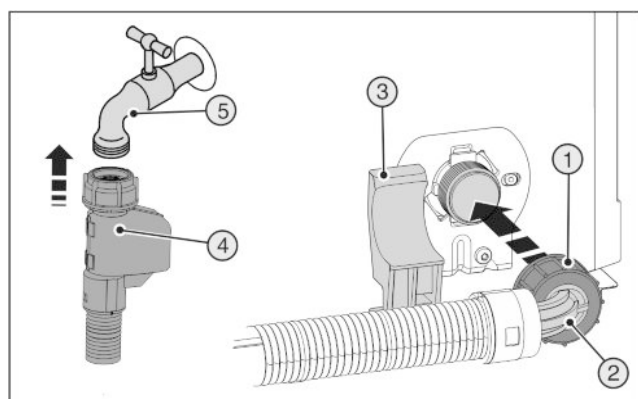

Fig. 20
- ▶ Pripojte rovný koniec hadice Fig. 20 (4) k uzatváraciemu kohútovi Fig. 20 (5).